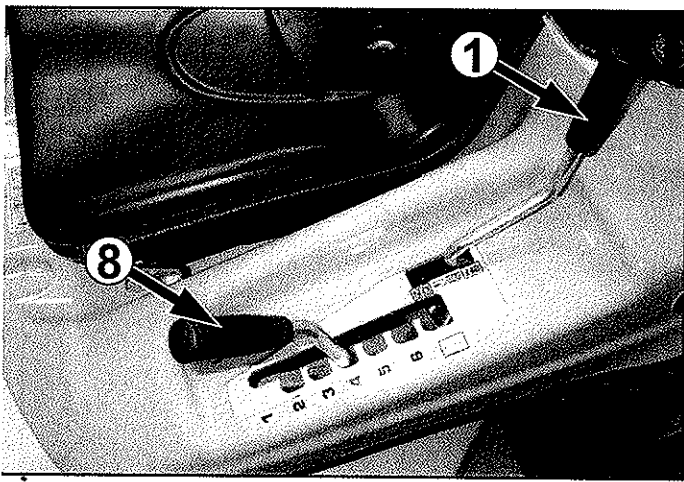

Fig. 2
For at frakoble knivene føreshåndtaget til OFF position (Fig.2 pos.1). Knivene skal stoppe inden 5 sek., hvis dette ikke sker justerer/kontrollerer knivbremsen. (fig.19 pos.B)